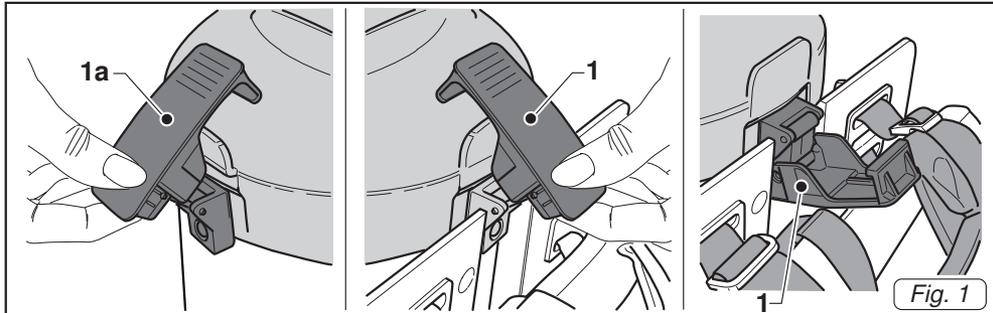

Fig. 1
- Выпускайте рычаг (1а/1 Рис.1), удалите крышку (2 Рис.2), вместе с мешком (3 Рис.2).
- Блокируйте крышку с помощью рычага (1а/1 Рис.1).